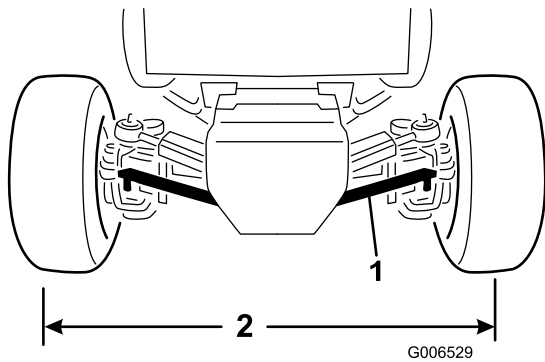

Bild 59
2. Nehmen Sie die Muttern ab, mit denen das Kugelgelenk der Zugstange an der Befestigungshalterung an der Achse befestigt ist. Entfernen Sie das Kugellager von der Achse (Bild 59).
4. Drehen Sie das Kugelgelenk der Zugstange, bis der Abstand von Mitte zu Mitte an der Vorder- und der Rückseite der Hinterräder gleich ist (Bild 59).